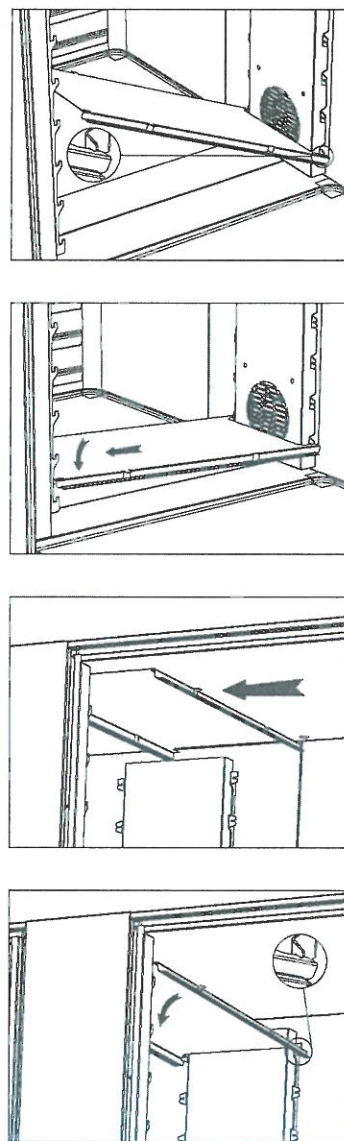

Figure 3
- Modell GN68: die siebzehn zentralen Leitern herausnehmen. Abbildung 3.